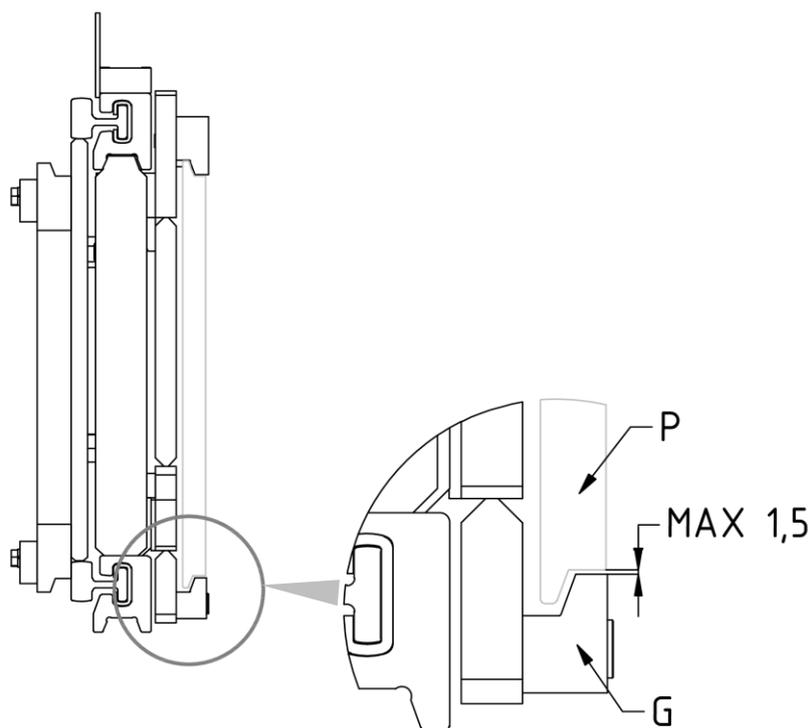

Figura 12
7. Atornillar los dos ganchos inferiores G para que su cuerpo quede enganchado debajo a la placa porta horquillas P (con un juego máximo de 1,5 mm, mira *Figura 12* apretando con el par de apriete indicado en la *Tabla 3*).
3. Verificar la holgura entre la parte inferior de la plancha porta horquillas y los ganchos inferiores del implemento, verificando que sea como se indica en *Figura 12 (pag.20)* y, si es necesario, intervenir en el apriete de los tornillos que los sostienen.